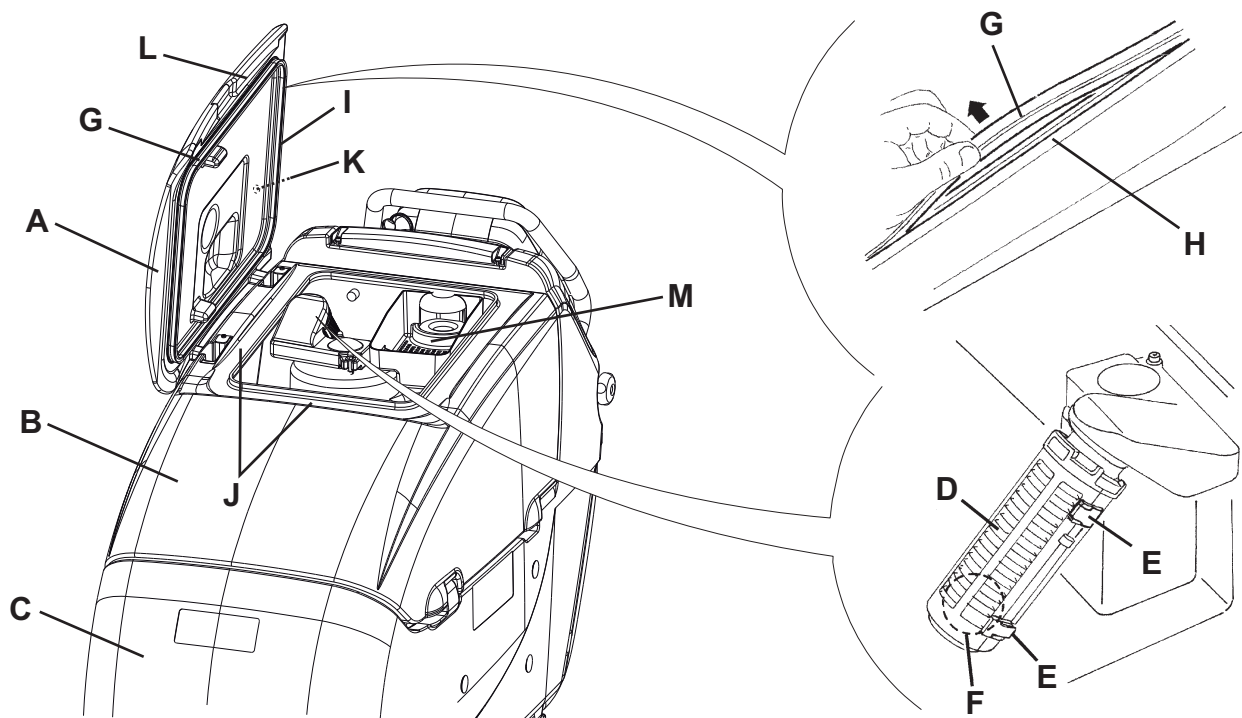

Рис. 6
2. Поверните ключ зажигания (80) в положение «0».
3. Откройте крышку (A, Рис. 6).
5. Помойте чистой водой крышку (A), бачки (B и C) и вакуумную решетку с автоматически запирающим поплавком (D). В случае необходимости освободите фиксаторы (E) и откройте решетку (D), приведите в порядок поплавки (F), очистите все компоненты и затем установите их назад.
6. Снимите и почистьте лоток для мусора (M).
7. Проверьте, цела ли прокладка крышки (G).